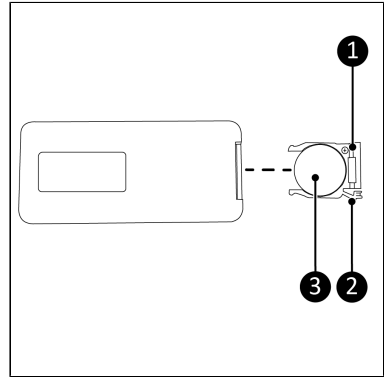

Abbildung 50.
1. Drücken Sie die Lasche (Abbildung 50, Pos. 2) am Batteriefach (Abbildung 50, Pos. 1) und ziehen Sie das Batteriefach aus der Fernbedienung heraus.
2. Entfernen Sie die alte Batterie (Abbildung 50, Pos. 3) aus dem Batteriefach.